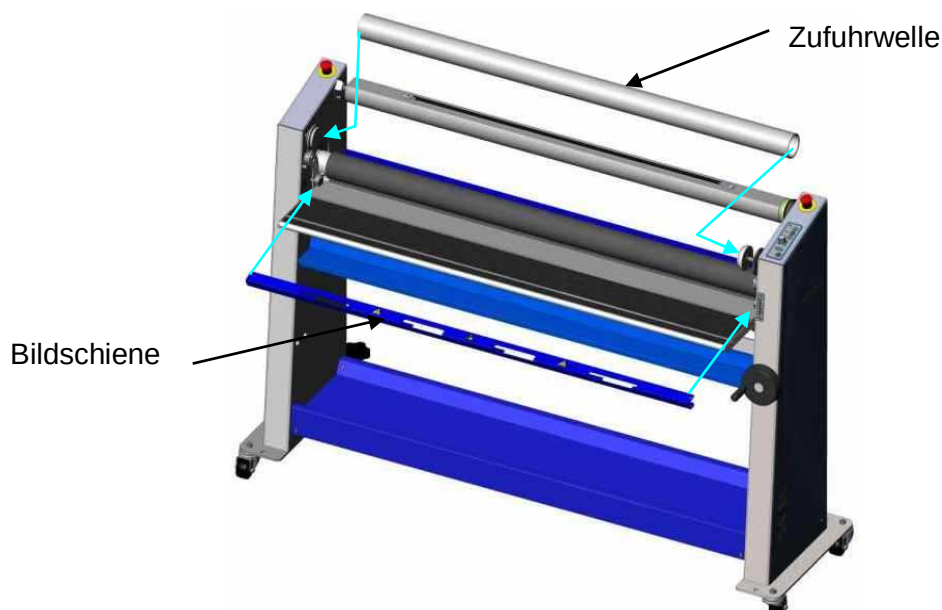

Abbildung 5
2. Befestigen Sie die Bildschiene so am Tisch, wie in Abbildung 5 gezeigt.
3. Befestigen Sie die Zufuhrwelle an der ersten Druckfeder auf der rechten Seite; führen Sie dann die linke Seite in den Antrieb ein (Abbildung 5).